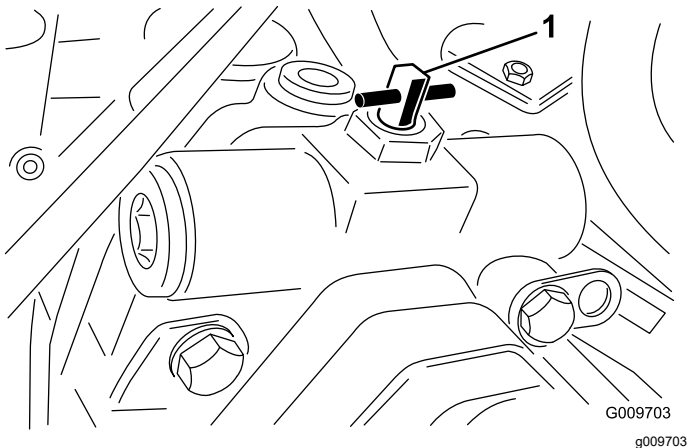

图 45
3. 将旁通阀向任一方向旋转 90°¼ 圈打开旁通阀让液压油在内部分流图 45。
2. 将旁通阀向任一方向旋转 90°¼ 圈打开旁通阀让液压油在内部分流图 45。